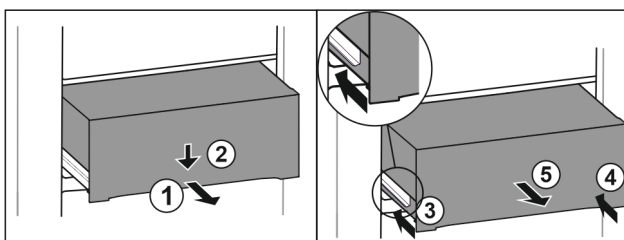

Fig. 77
- ▶ Изтеглете чекмеджето наполовина. Fig. 77 (1)
- ▶ Натиснете надолу чекмеджето от предната страна. Fig. 77 (2)
- ▶ Вкарайте лявата релса приблизително 2 см навътре. Fig. 77 (3)
- ▶ Вкарайте дясната релса приблизително 2 см навътре. Fig. 77 (4)
- ▶ Извадете чекмеджето напред. Fig. 77 (5)